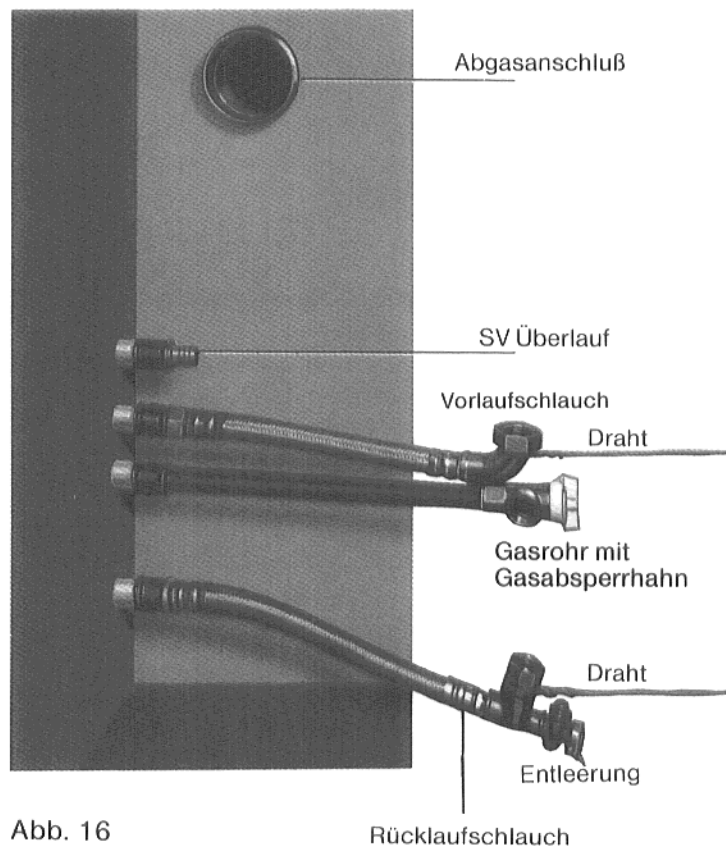

Abb. 16
- Das Einfädeln der flexiblen Vor- und Rücklaufschläuche wird erleichtert, wenn an das Schlauchende jeweils ein ca. 1 m langer Draht befestigt wird (Abb. 16).